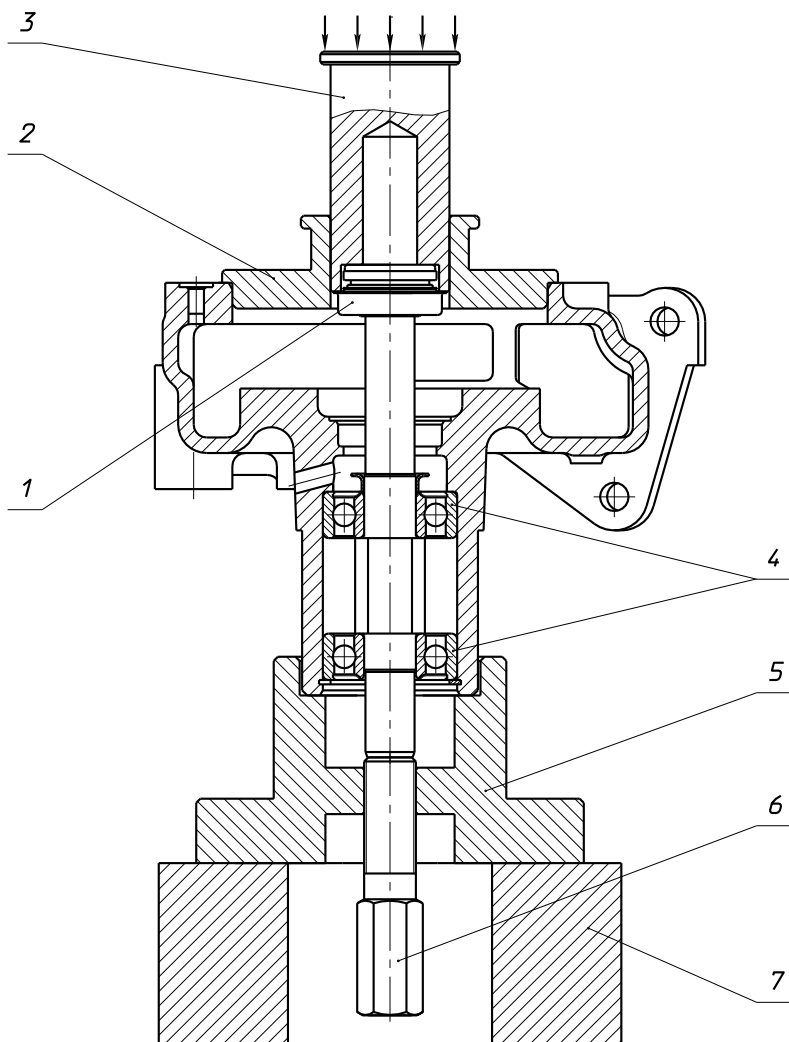

Рисунок 106 – Установка торцевого уплотнения "КАСО":
1. Установить корпус насоса в сборе с валом и подшипниками через специальную проставку 5 вертикально на жесткую опору 7, которая имеет внутреннее отверстие для размещения установочного винта 6 (см. рисунок 106).
На рисунках 107 - 110 приводятся эскизы для изготовления деталей приспособления по сборке водяного насоса при установке уплотнения «КАСО» (см. рисунок 106).